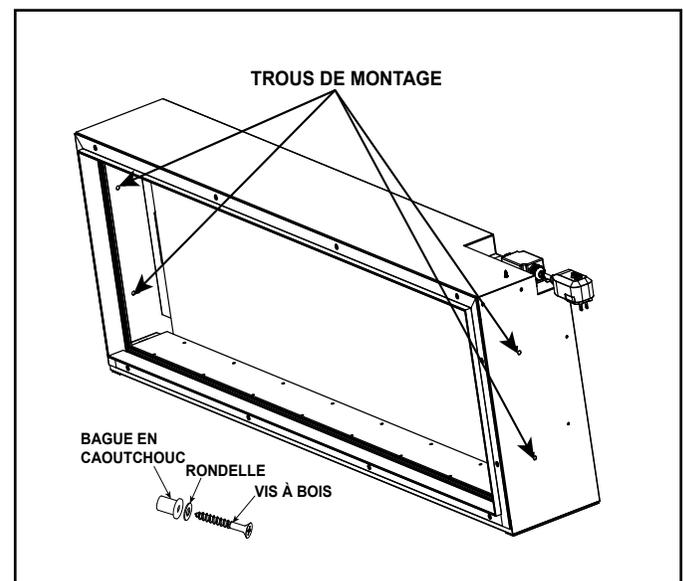

Figure 4.6
4. Une fois l'appareil en place, de niveau et d'aplomb, fixez-le à l'ossature à l'aide de quatre jeux de douilles en caoutchouc, de rondelles et de vis à bois. Voir la figure 4.6.